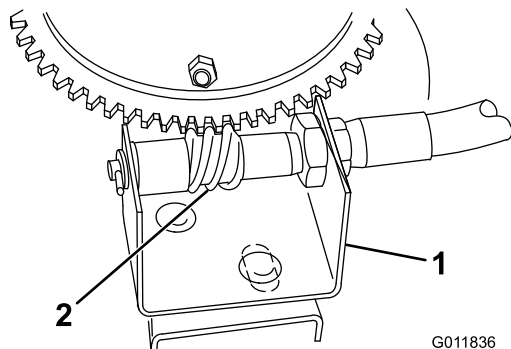

Figure 14
1. Desserrez les vis de fixation (Figure 14) en poussant fermement la vis sans fin contre les dents de la couronne de retenue.